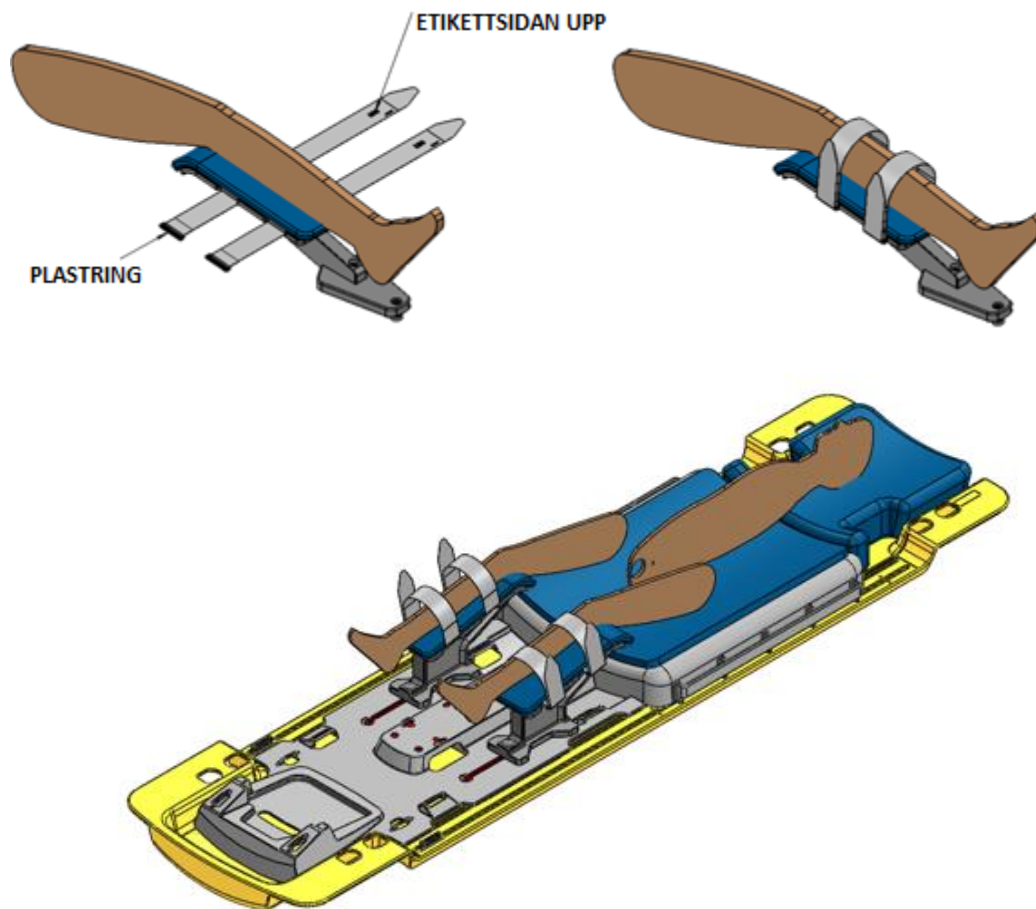

Bild 26: Sätta fast benremmarna
- c. För in fyra benstödsremmar löst genom benstödens skårar, med etikettsidan uppåt (*Bild 26*).
- d. Stöd patientens ben och justera de två benstöden längs spåren i basplattan utifrån patientens position (*Bild 26*).
- e. Linda var och en av de fyra benstödsremmarna som installerades tidigare runt patientens ben och dra varje rem genom plastringen. Vik sedan tillbaka den så att den säkras (*Bild 26*).